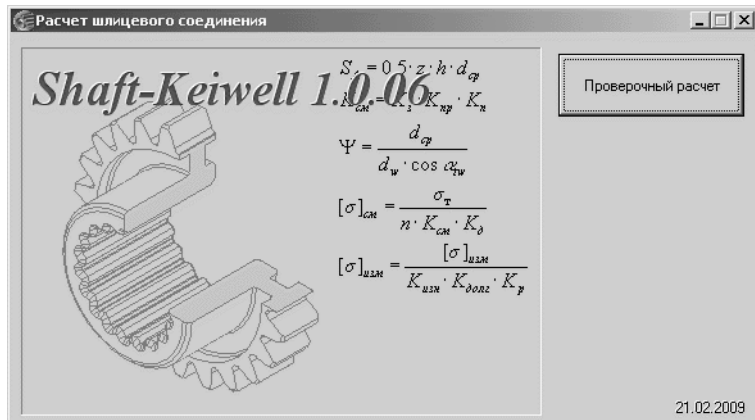

Рис. 4.21.
1. Чтобы вызвать модуль расчета шлицевого соединения из диалогов, в которых задаются параметры шлицев, нажмите кнопку с изображением калькулятора. Откроется окно **Расчет шлицевого соединения** (рис. 4.21).